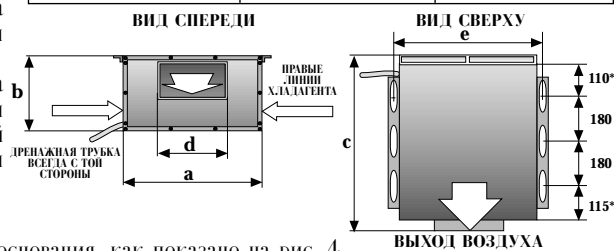

Рис. 4
- Внутренний агрегат может быть либо подвешен к потолку, либо установлен на твердом основании, например, бетоне. Размеры внутреннего агрегата приведены на рис. 4.
- Приклейте четыре резиновые амортизационные прокладки по четырем углам основания, как показано на рис. 4.
2. Отметьте 4 - 6 отверстий на потолке, в соответствии с расстоянием *e* между высверливаемыми отверстиями. (Смотрите таблицу и Рис. 4).
4. Приклейте четыре резиновые амортизационные прокладки по четырем углам верхней крышки, как показано на рис. 4.
5. Закрепите агрегат на потолке с помощью длинных потолочных анкеров, как показано на рис. 4а.
2. Соедините монтажные ленты с металлическими соединяющими лентами четырьмя винтами, включенными в комплект поставки (смотрите Рис. 4а).
Рис. 4а